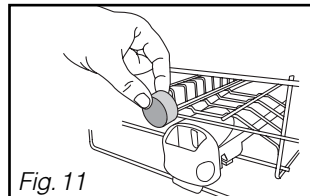
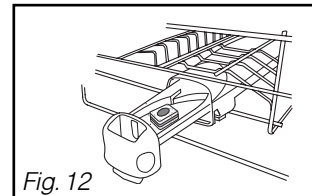

Fig. 11
Fig. 12
non multifonction dans le compartiment extérieur (Fig 11) ou pour un fonctionnement optimal, tirez le tiroir du distributeur et disposez la pastille. (Fig 12)
• **Disposez la pastille** dans le compartiment extérieur (Fig 11 page précédente), **ou pour un résultat optimal, tirez le tiroir du distributeur et disposez la pastille à l'intérieur.** (Fig 12 page précédente).